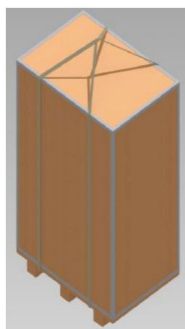

Figura 3
- În stare ambalată, ALFA BLUE poate fi ridicat ca un întreg, cu ajutorul unei benzi textile speciale de ridicare (figura 3).